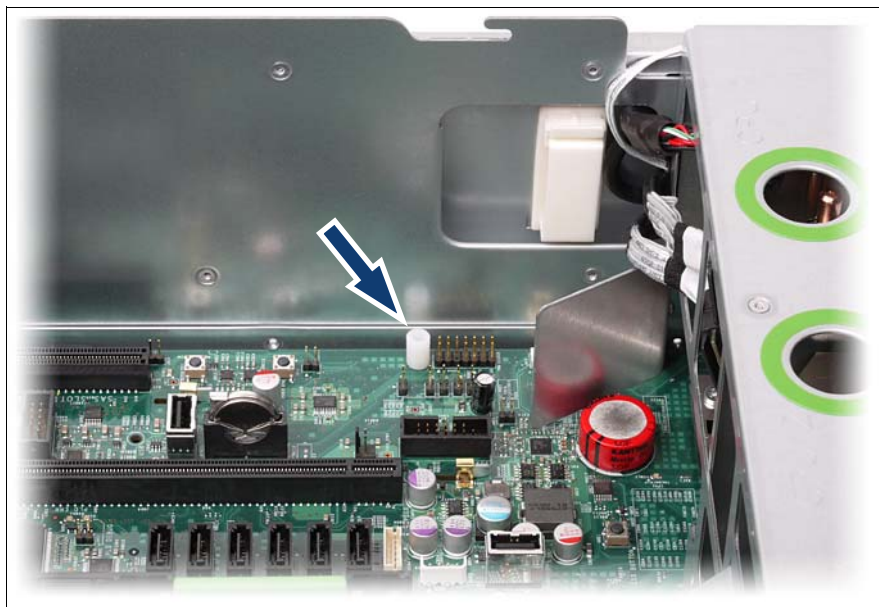

図 49: TPM スペーサーの挿入
- ▶ すべてのケーブル（USB ケーブル、SAS ケーブルなど）、I/O ライザーボード、SAS コントローラカードを、取り付け場所から取り外します（72 ページ の図 49 を参照）。